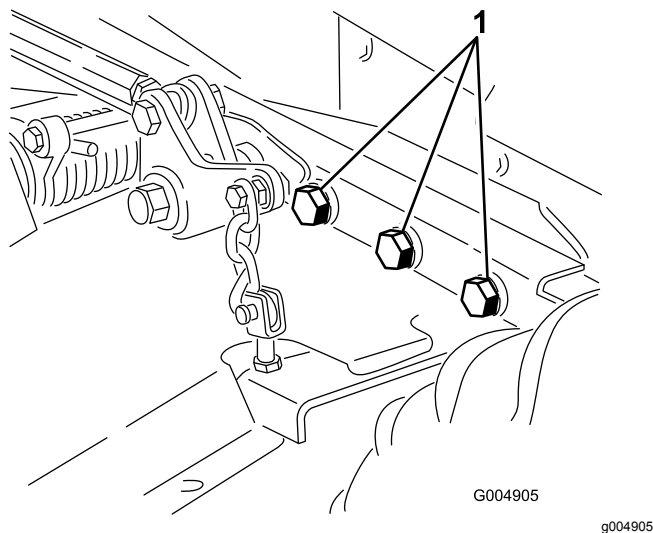

图58
5. 请检查所有紧固件看有无松动必要时请上紧。将剪草机刀盘机架固定到主机 图58上的 6 个螺栓上紧扭矩至 359Nm。